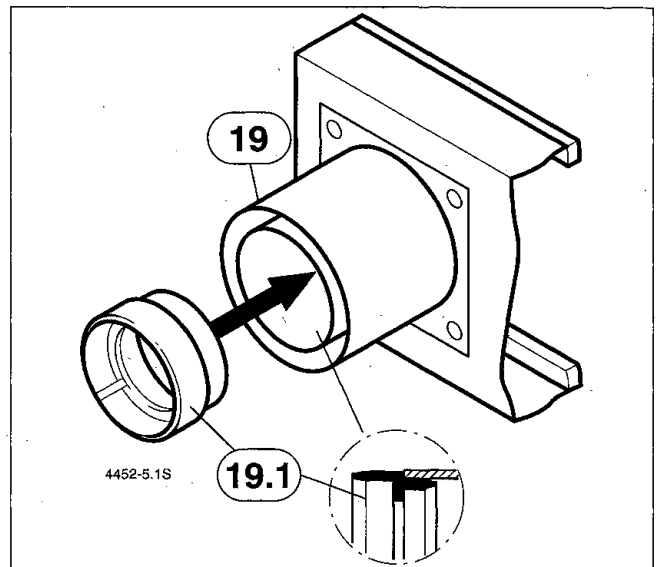

Bild 11
- Montieren Sie die Dichtung (19.1) am Anschlußkasten (19) (Bild 11).